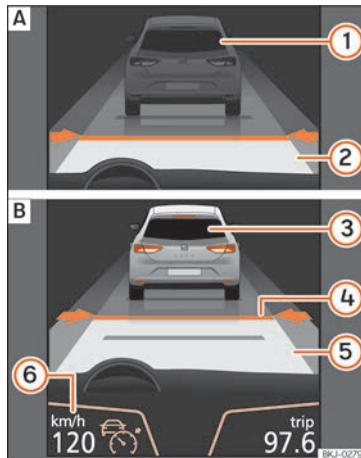
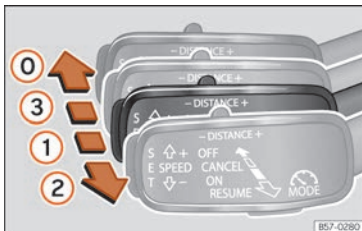
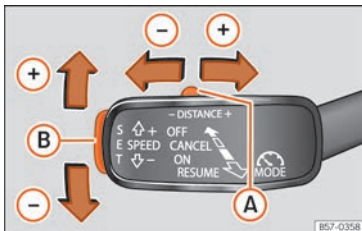

Abb. 233 Am Bildschirm des Kombi-Instruments: [A] ACC inaktiv (Standby). [B] ACC aktiv.
Abb. 235 Links an der Lenksäule: dritter Hebel für die Bedienung der ACC.
Abb. 236 Links an der Lenksäule: dritter Hebel für die Bedienung der ACC.
Bildschirmanzeigen »» **Abb. 233:**
Wenn die ACC eingeschaltet ist, schaltet sich auf der Schalttafel die grüne Kontrollleuchte ein (☺) und auf dem Bildschirm werden die programmierte Geschwindigkeit und der Zustand der ACC angezeigt » **Abb. 233**.
- Um die ACC zu aktivieren, bewegen Sie den Hebel in die Position **ON** » **Abb. 235 (1)**. Zu
- Drücken Sie anschließend die Taste **SET** » **Abb. 236 (B)** oder bewegen Sie den Hebel in die Position **RESUME** » **Abb. 235 (2)**. In diesem Moment wird die ACC aktiviert und die aktuelle Geschwindigkeit und der Abstand werden programmiert. Die Anzeige am Kombi-Instrument wechselt in den Modus **Aktiv** » **Abb. 233 (B)**.
- Zur Programmierung der Geschwindigkeit schieben Sie den dritten Hebel nach oben (+) oder nach unten (-) bis zur gewünschten Geschwindigkeit » **Abb. 233 (6)**. Die Einstellung der Geschwindigkeit erfolgt in Schritten von 10 km/h (6 mph).
- Falls Sie die Geschwindigkeit in Schritten von 1 km/h (0,6 mph) erhöhen möchten, bewegen Sie den Hebel in die Position **RESUME** » **Abb. 235 (2)** bzw. drücken Sie zur Reduzierung die Taste **SET** » **Abb. 236 (B)**.
- Um das Abstands-niveau zu erhöhen oder zu reduzieren, bewegen Sie die Taste **A** nach rechts oder links »» **Abb. 236**.
Am Bildschirm des Kombi-Instruments wird das ausgewählte Abstands-niveau geändert »» **Abb. 233** **4**. Sie können aus 5 verschiedenen Abstands-niveaus auswählen. SEAT empfiehlt das Niveau 3. Der programmierte Abstand kann während der Fahrt oder bei Fahrzeugstillstand geändert werden »» **4**.
- Um die ACC zu deaktivieren, bewegen Sie den Hebel in die Position **OFF** (fest) »» **Abb. 235** **0**. In diesem Moment erscheint der Text **ACC deaktiviert** und die Funktion ist vollständig deaktiviert.